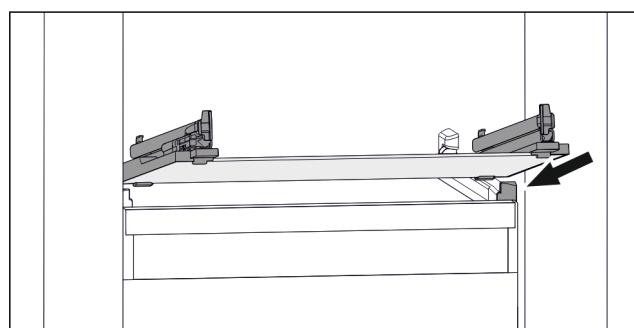

Fig. 110 Примерное отображение стеклянной пластины
- ▶ Наклоняя вниз, установите стеклянную пластину за стопоры. (см. Fig. 110)